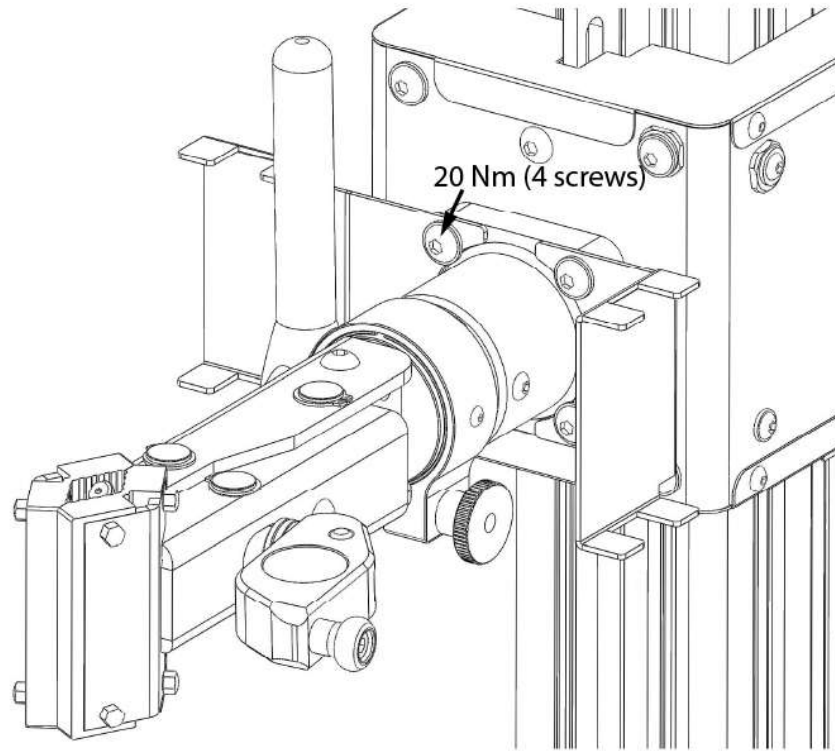

Figura 2: Posizione supporto telecomando
3. Disimballare la scatola principale e individuare il gruppo morsetto (scatola separata). Include due supporti telecomando da montare su entrambi i lati (figura 2).